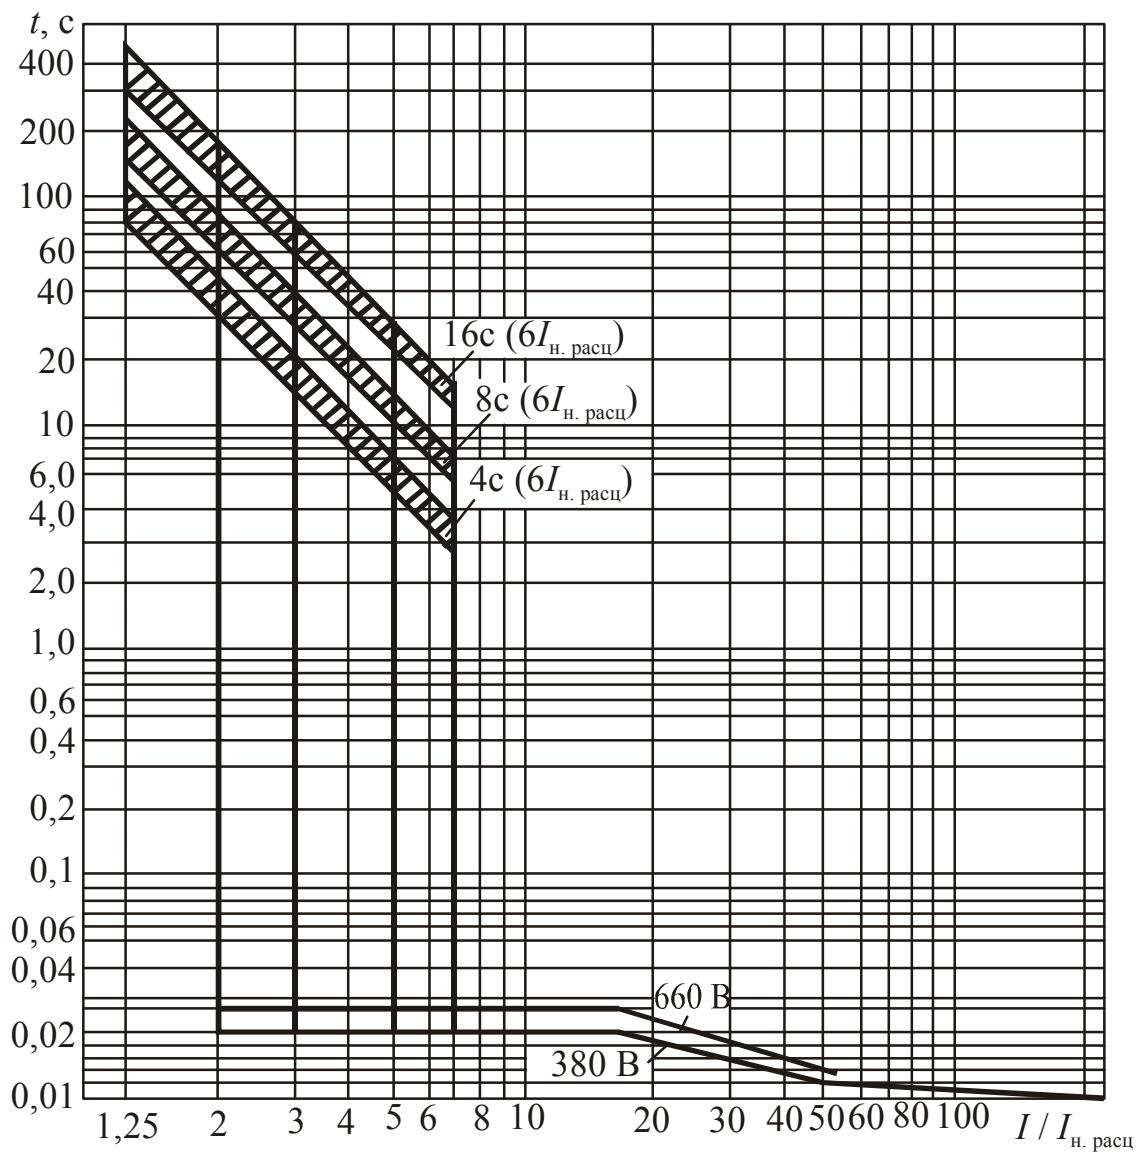
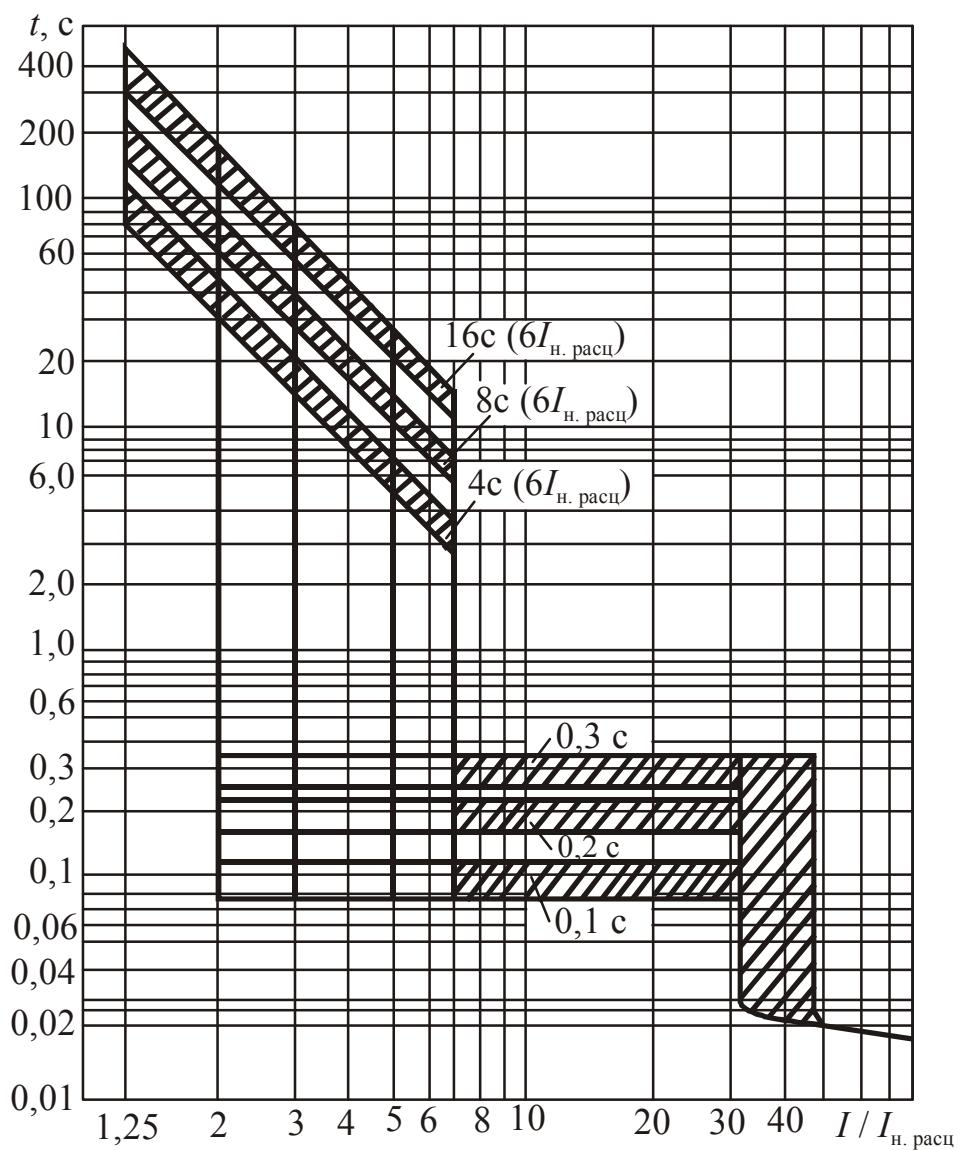

Рис. 2.45. Времятоковая характеристика автоматических выключателей BA53-41 с номинальным током полупроводникового расцепителя 630 А
Рис. 2.48. Времяточная характеристика автоматических выключателей BA55-41 с номинальным током полупроводникового расцепителя 630 А
*** BA53-41 – токоограничивающие с полупроводниковыми и электромагнитными максимальными расцепителями тока для защиты в зоне токов перегрузки и короткого замыкания (табл. 2.20; рис. 2.45–2.47); BA55-41 – с полупроводниковыми максимальными расцепителями тока с выдержкой времени для защиты в зоне токов перегрузки и короткого замыкания (табл. 2.20; рис. 2.48–2.50).